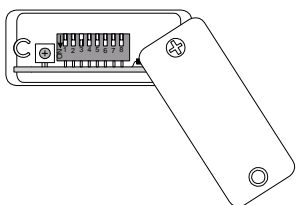

Figure 2
Programmation d'un canal de câbleodifusion (figures 2 et 3)
2. En s'assurant que l'alimentation soit coupée au modulateur, retirer la vis partiellement insérée du couvercle inférieur. Écarter ce dernier pour accéder à l'intérieur; localiser les commutateurs de programmation et la vis de réglage du gain (figure 2).